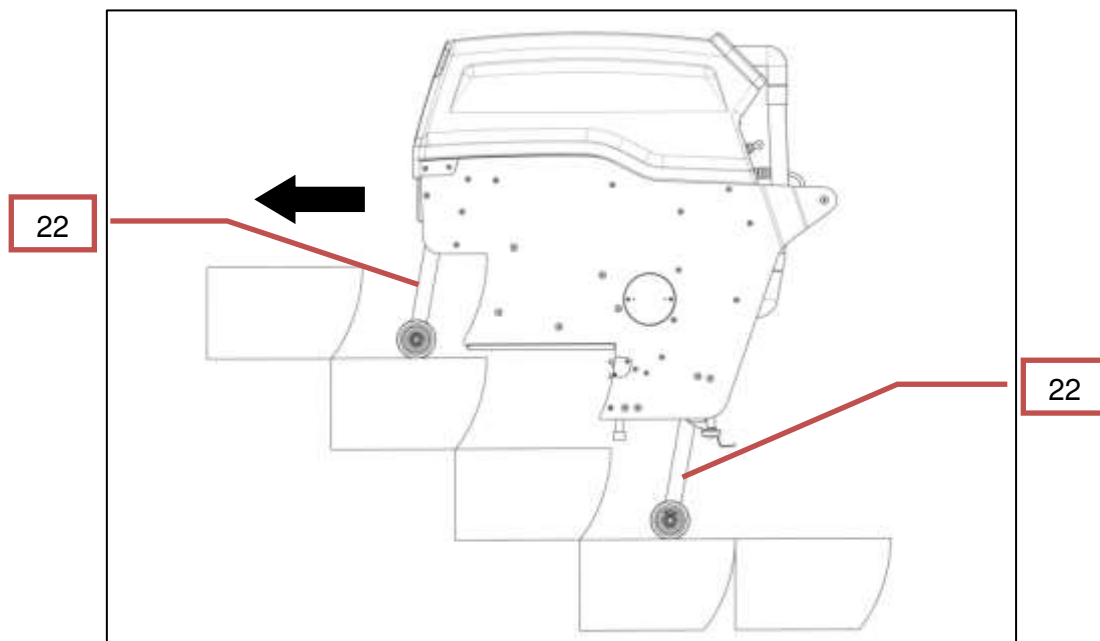

Imagen 4: Colocar la máquina
Empujar la máquina hacia la escalera con el mecanismo de control (22) desplegado. A continuación, un usuario autorizado de escaleras mecánicas debe llevar la máquina hasta el primer escalón completamente desplegado (imagen 4: Colocar la máquina).